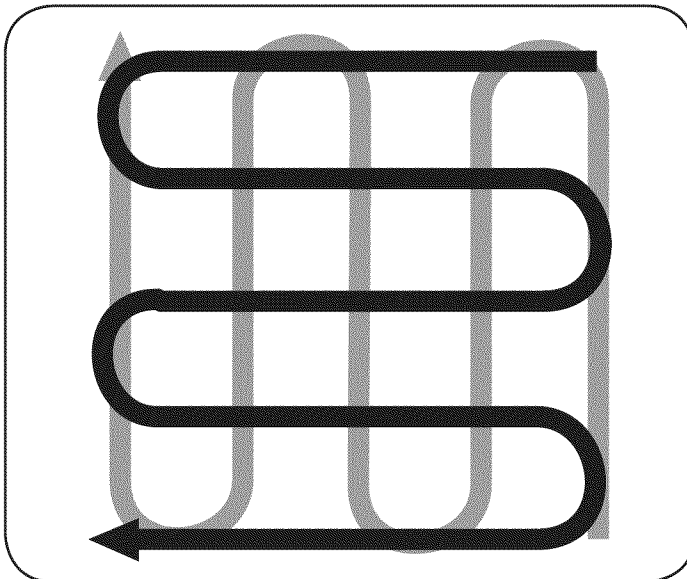

Figura 17
- Cuando termine en una dirección, realice una segunda pasada en ángulo recto, vea la Figura 17. Traslape cada pasada para obtener el mejor resultado (en terreno muy duro, puede ser necesario realizar tres o cuatro pasadas para pulverizar el suelo a fondo).